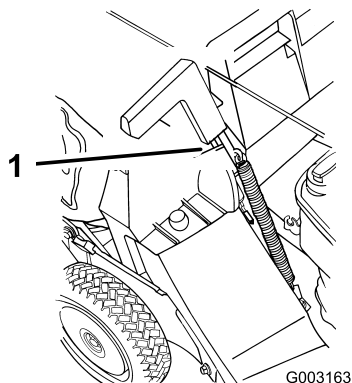

Рисунок 23
5. Переведите рукоятку дверцы выброса вперед до тех пор, пока штифт не выйдет из захвата, и затем переведите рукоятку назад, пока штифт не зафиксирован в пазу мешка (Рисунок 23).